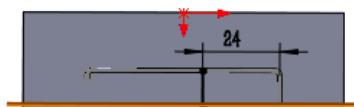
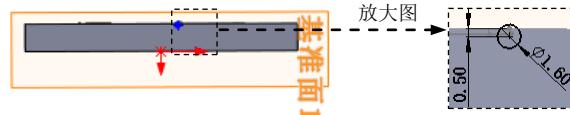

图 13.2.10 草图 3
图 13.2.11 草图 4
Step7. 创建图 13.2.10 所示的草图 4。
(1) 选择下拉菜单 → 草图绘制 命令。
(3) 绘制草图。在草图环境中绘制图 13.2.10 所示的草图 3。
③ 选择下拉菜单 → 退出草图 命令，退出草图设计环境。
Step8. 创建图 13.2.11 所示的草图 4。
(2) 定义草图基准面。选取基准面 1 作为草图基准面。
(3) 绘制草图。在草图环境中绘制图 13.2.11 所示的草图 4。